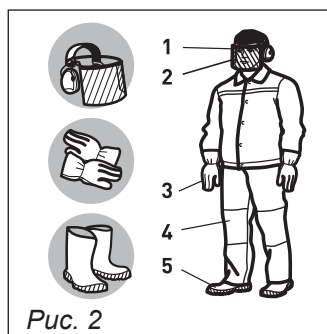

Рис. 2
- Носите прочную рабочую одежду с длинными рукавами, прочные перчатки, прочную нескользящую рабочую обувь, защитную каску и щиток (см. рис. 2).